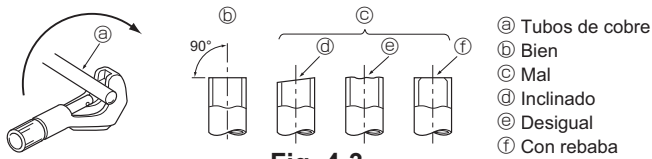

Fig. 4-3
4.2.1. Corte del tubo (Fig. 4-3)